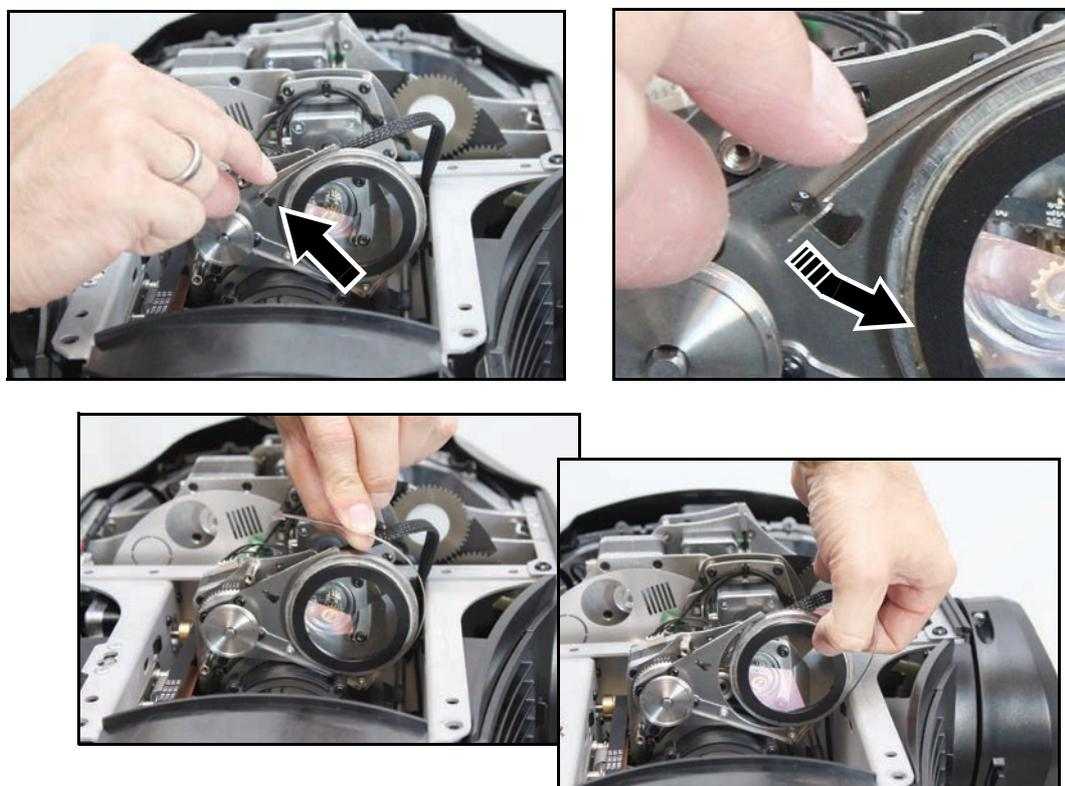

Bild 19: Entfernen des drehbaren Prismas
3. Siehe Bild 19. Entriegeln Sie die Haltezunge des Prismas durch Drücken der Zunge zum Prisma hin. Drücken Sie die Zunge vom Prisma weg.